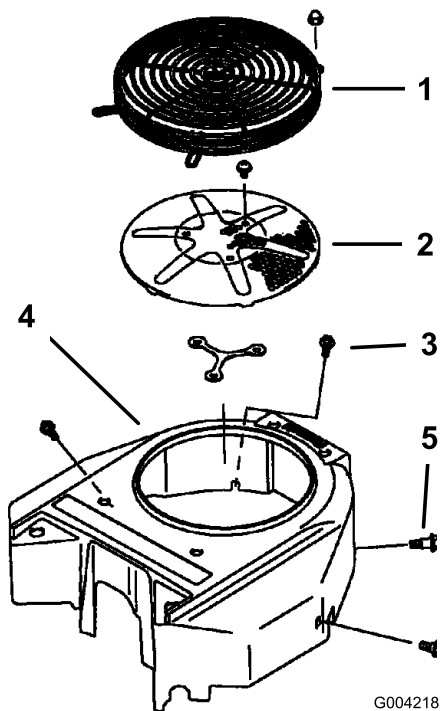

Figura 83
3. Retire la rejilla de entrada de aire, el arrancador de retroceso y la carcasa del ventilador (Figura 83).
5. Instale la rejilla de entrada de aire, el arrancador de retroceso y la carcasa del ventilador (Figura 83).